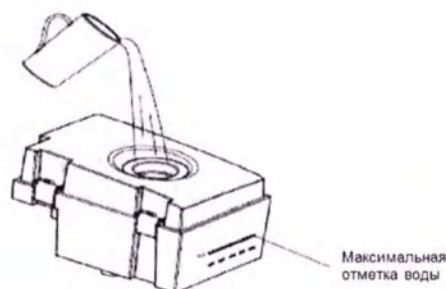

Рисунок 7-5 Добавление воды в резервуар увлажнителя
(2) Добавление воды: Добавьте воду в отверстие резервуара для воды увлажнителя, убедитесь, что уровень воды не превышает максимальную отметку (см. рисунок 7-5).